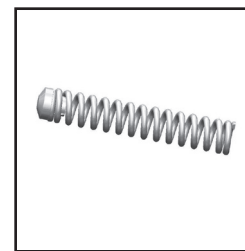

Fig. 11
4. Vérifier que le tampon du ressort est en bon état et éliminer les débris du ressort. (Voir fig. 11)